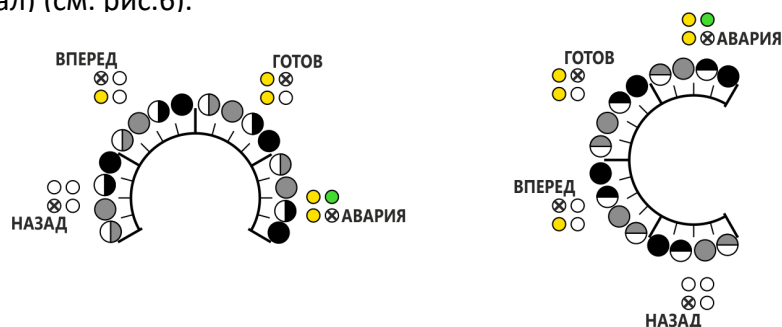

Рисунок 6 Индикация положения потенциометра
1.7.8 Для более точной настройки потенциометров предусмотрен режим индикации положения, который активируется при повороте требуемого потенциометра. 4 больших сектора шкалы отображают 4 светодиода (**НАЗАД**, **ВПЕРЕД**, **ГОТОВ**, **АВАРИЯ**). А 4 зоны внутри каждого сектора разделяются способом индикации светодиода (мерцает вполнакала, горит вполнакала, мерцает в полный накал, горит в полный накал) (см. рис.6).